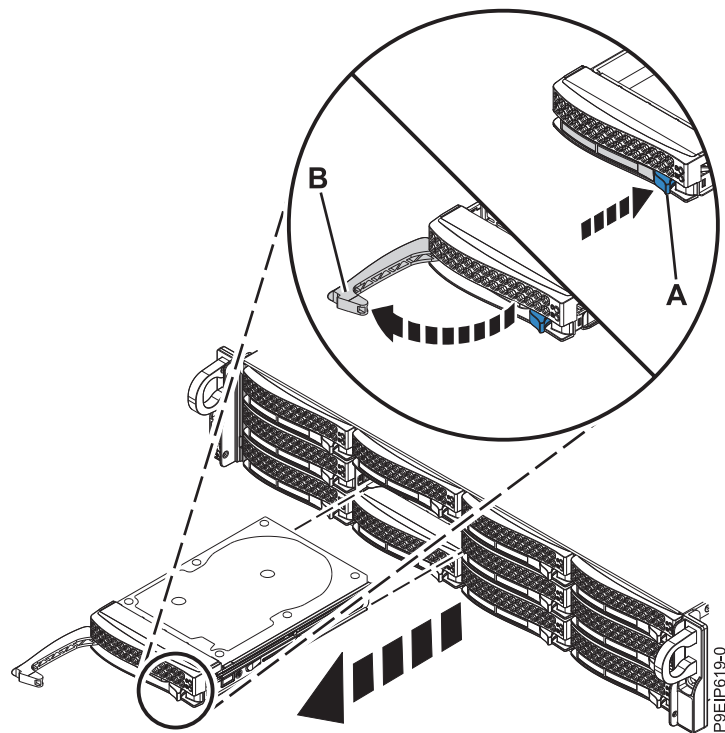

Figura 1. Removendo uma unidade frontal
3. Destrave a alça do compartimento de unidade **(B)** empurrando a liberação da alça **(A)** conforme mostrado na Figura 1 na página 4. A alça **(B)** desengata em sua direção. Se a alça não desengatar totalmente, a unidade não deslizará para fora do sistema.